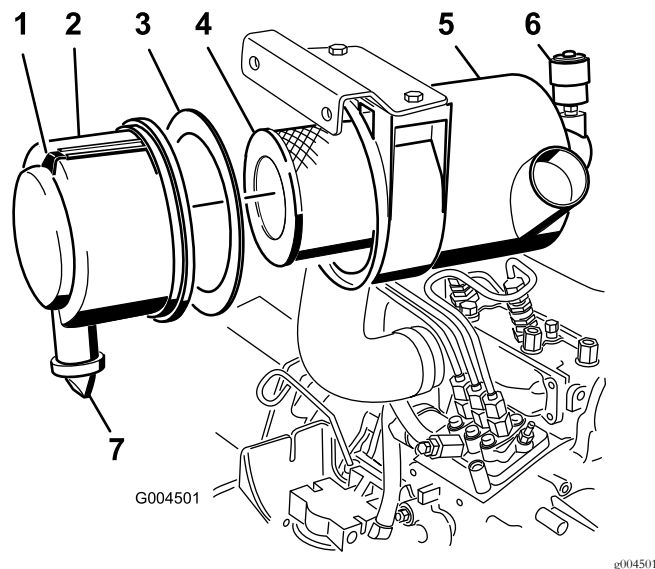

Figura 35
3. Effettuate la manutenzione dell'elemento filtrante quando la spia diventa rossa, oppure ogni 400 ore e più spesso in condizioni estreme di polvere o morchia (Figura 35).